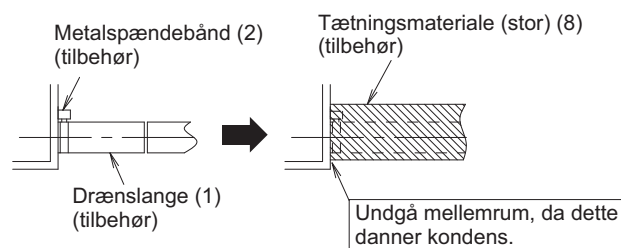
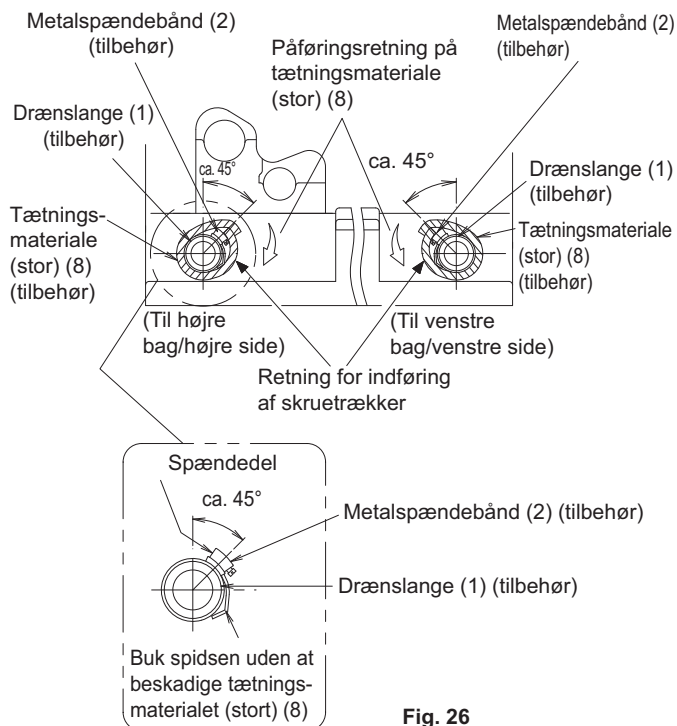

Fig. 25
Fig. 26
(Se **fig. 25** og **fig. 26**)
(Montér metalspændebåndet (2), så spændedelen er i et område på ca. 45° som vist i **fig. 26**.)
- Buk enden af metalspændebåndet (2), således at isoleringspuden ikke buler ud. (Se **fig. 26**)
- Når du isolerer, skal du omvikle tætningsmaterialet (stor) (8) startende fra bunden af metalspændebåndet (2) og drænslangen (1) i pilens retning. (Se **fig. 25** og **fig. 26**)